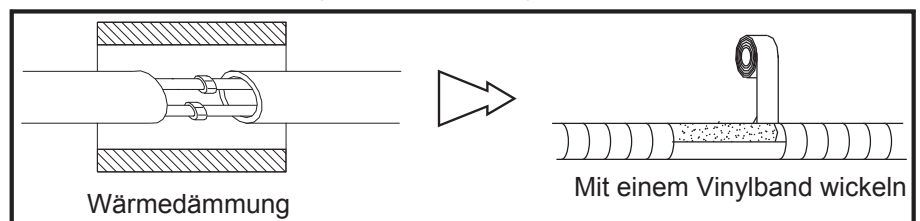
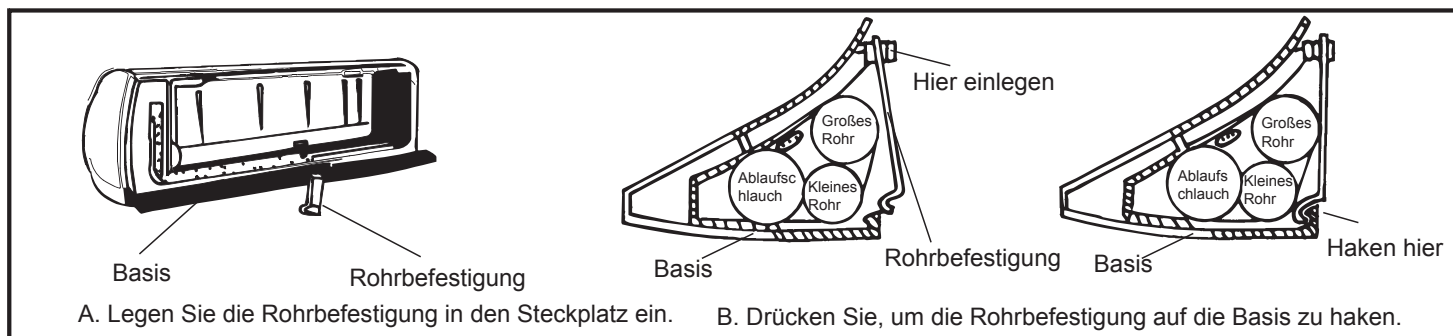

Abb. 13
Fig. 15
5) Nachdem die Rohrleitungen wie erforderlich angeschlossen sind, installieren Sie den Ablaufschlauch. Dann schließen Sie das Netzkabe an. Nach dem Anschluss wickeln Sie die Rohrleitungen, Kabel und Ablaufschlauch zusammen mit Wärmedämmmaterialien. (Abb.13-Abb.15).